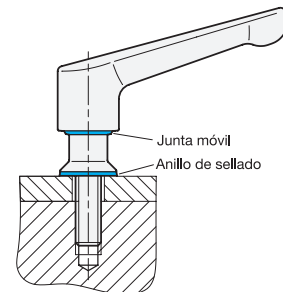

imagen 2
- Las juntas defectuosas deben sustituirse por otras nuevas (imagen 2). Utilice únicamente juntas especiales del tamaño adecuado (GN 7600).
El aro de engrase (imagen 2) no se puede sustituir. Por este motivo, el tirador debe sustituirse cuando el aro de engrase presente daños, grietas o fragilidad.